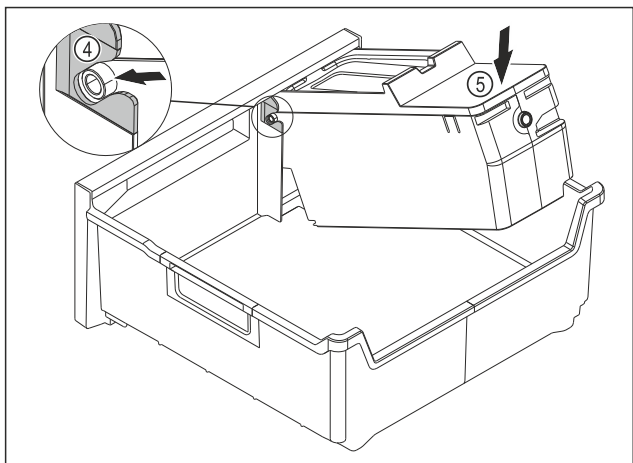

Fig. 187
- ▶ Монтаж на корпуса на EasyTwist-Ice: Вкарайте осите на корпуса на EasyTwist-Ice във водачите Fig. 187 (4).
- ▶ Натиснете надолу корпуса на EasyTwist-Ice Fig. 187 (5) отзад.